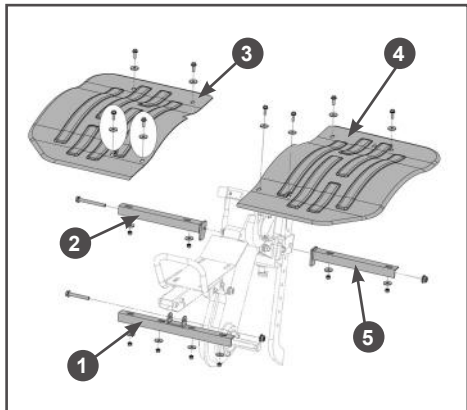

**Рис. 11 Установка сошника**
3. Установите в кронштейн 1 рамы мотоблока кронштейн 2 сошника (Рис. 11). Совместите отверстия в кронштейнах рамы и сошника и вставьте пальцы 3. Зафиксируйте пальцы 3 шплинтами 6 (Рис. 11).
- Установите сошник 4 в кронштейн 2 сошника (Рис. 11). Вставьте сошник между пластинами кронштейна, совместите нужное отверстие в сошнике с отверстием в кронштейне и вставьте палец 5 крепления сошника (Рис. 11). Зафиксируйте палец шплинтом 6 (Рис. 11).